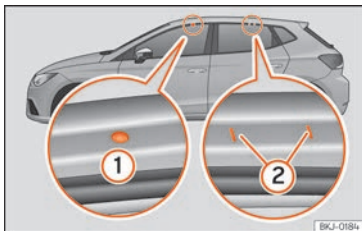

Fig. 168 Puntos de fijación de las barras longitudinales para el portaequipajes del techo.
Los puntos de fijación delanteros y traseros ① y ② sólo pueden verse con las puertas abiertas » fig. 168.